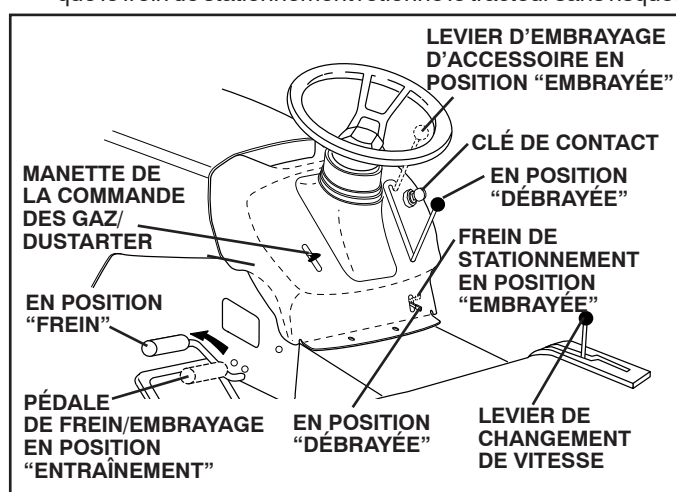

Fig. 5
POUR EMBRAYÉE LE FREIN DE STATIONNEMENT (Voir la Fig. 5)
POUR ARRÊTER (Voir la Fig. 5)
POUR UTILISER LA COMMANDE DES GAZ (D) (Voir la Fig. 5)
POUR RÉGLER LA HAUTEUR DE COUPE DE LA TONDEUSE (Voir la Fig. 5)